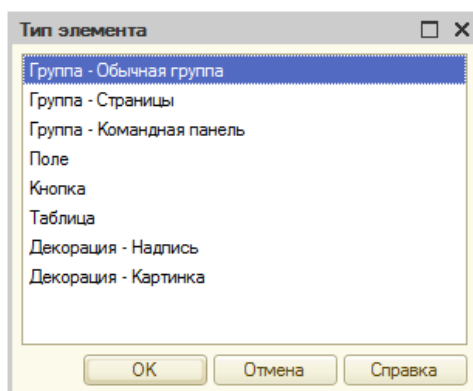

Рисунок 8.8- Добавление новой группы на форму
7. Добавим еще один реквизит – назовем его ИмяСправочника, тип Строка, длина – 100. Сюда пользователь будет вводить имя справочника, в котором он хочет создать новый элемент. На нашей форме теперь имеются три логически связанных элемента. Удобно объединить их в одну группу, чтобы пользователь сразу мог понять, что они работают вместе. Для этого можно сгруппировать элементы. В командной панели вкладки Элементы нажмем на кнопку Добавить, появится окно – Тип элемента (Рисунок 8.8.), среди списка элементов, представленных в котором, можно найти несколько видов групп.